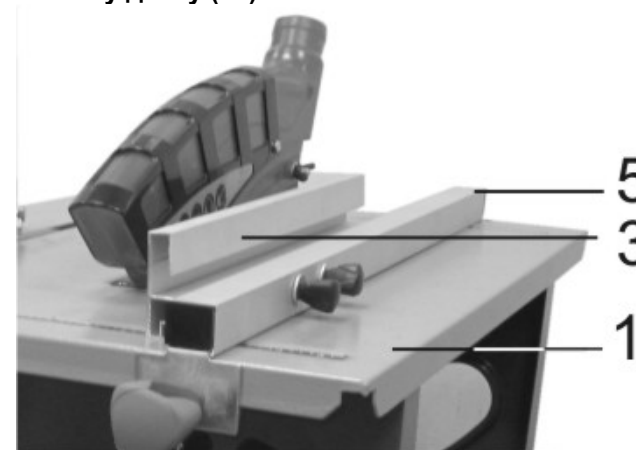

Рис. 11
10.6. Установка параллельного упора на нужный размер (Рис.11)
10.6.1. Установите параллельный упор (5) с закреплённой на нем направляющей (3) по разметке шкалы, нанесённой на рабочем столе (1), см. п.п. 8.10.-8.11., Рис. 11.